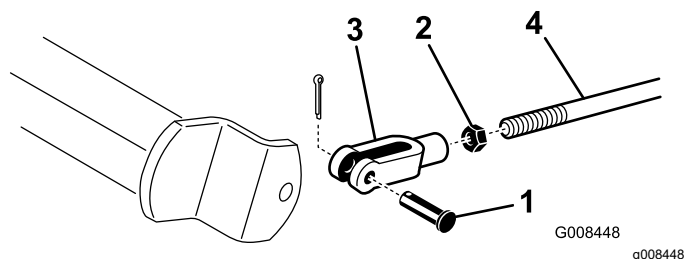

Figura 47
- A. Desengate as barras dos travões, retirando o respetivo contrapino e passador de forquilha (Figura 47).
- B. Liberte a porca de segurança e efetue o ajuste do passador de forquilha (Figura 47).
- C. Monte o passador de forquilha no eixo do travão (Figura 47).